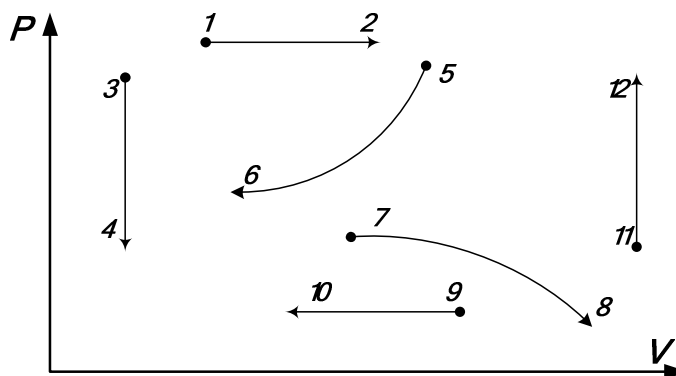

Рис. 1
4. Укажите на рис. 1 процессы, в которых работа: